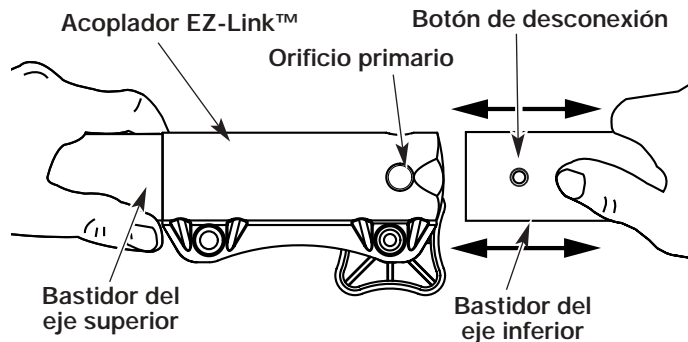

Figure 10
2. Mientras sostiene el accesorio con firmeza, empújelo en línea recta en el acoplador EZ-Link™ (Fig. 10).